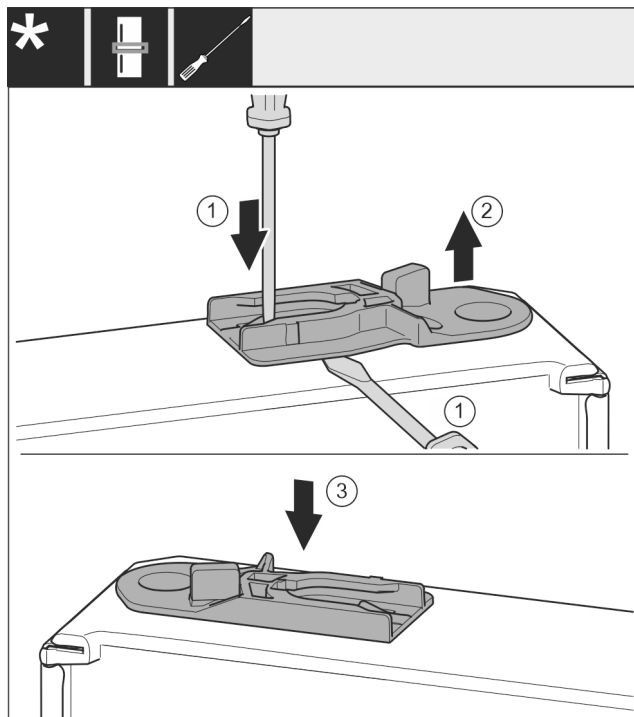

Fig. 38
- ▶ Vytiahnite vodiace puzdro: plochým skrutkovačom zatlačte strmeň a súčasne plochý skrutkovač zasuňte pod vodiace puzdro. Fig. 38 (1, 2)
- ▶ Vodiace puzdro, ktoré je súčasťou dodávky, zasuňte na druhej strane telesa. Fig. 38 (3)